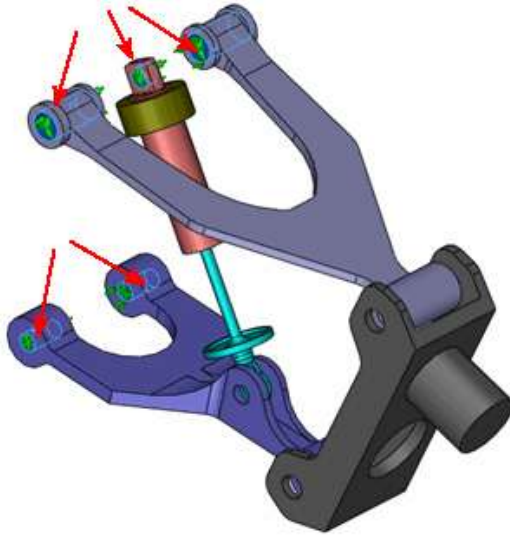

Рисунок 8.3 – Закріплення моделі зборки підвіски
- в) Для циліндричних граней застосовуються п'ять фіксованих шарнірів (рис. 8.3).